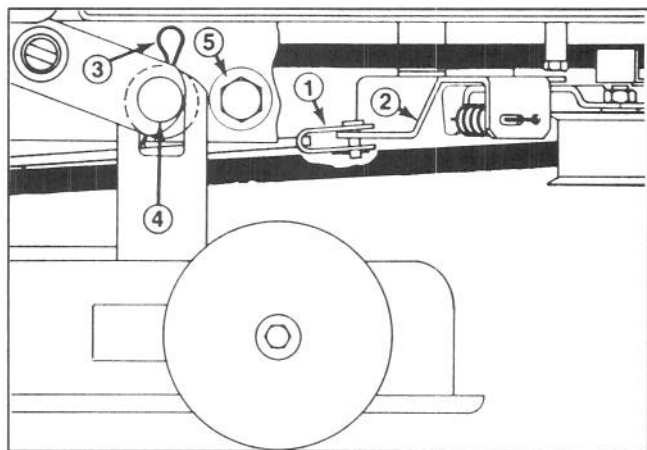

Figure 17
9. Enlever la clavette et la goupille retenant le tirant du frein de l'unité à la patte de la poulie de tension (Fig. 17).
10. Enlever les (2) goupilles et les rondelles retenant le carter de la tondeuse aux goupilles de montage (Fig. 17). Saisir le carter de la tondeuse et le déplacer latéralement jusqu'à ce qu'il sorte des goupilles, puis le pousser vers l'avant afin de laisser tomber les montants avant.
5. Enlever les boulons à tête, les rondelles de retenue et les contre-écrous retenant les butées de l'unité à chaque côté du châssis de la tondeuse (Fig. 17). Faire glisser le carter de la tondeuse en arrière pour soulager la tension de la courroie.